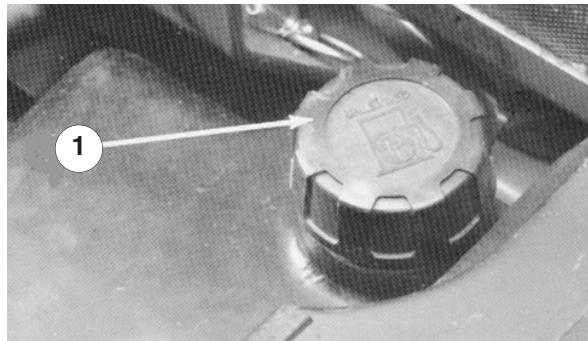

Bild 5
1. Kippen Sie den Sitz nach vorne und stützen Sie ihn mit der Abstützstange ab, damit er nicht zurückfallen kann. Wischen Sie den Bereich um den Tankdeckel herum mit einem Tuch sauber. (Bild 5)